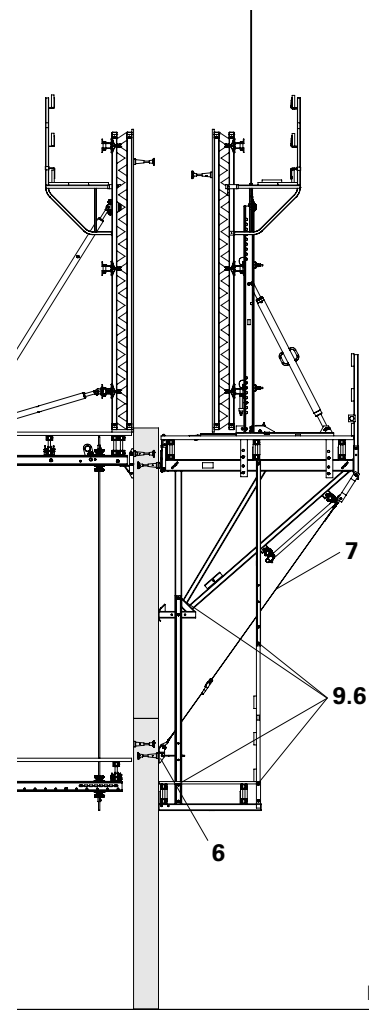

Fig. B1.31
12. Montar el anclaje contra el viento (6) y (7). (Fig. B1.31)